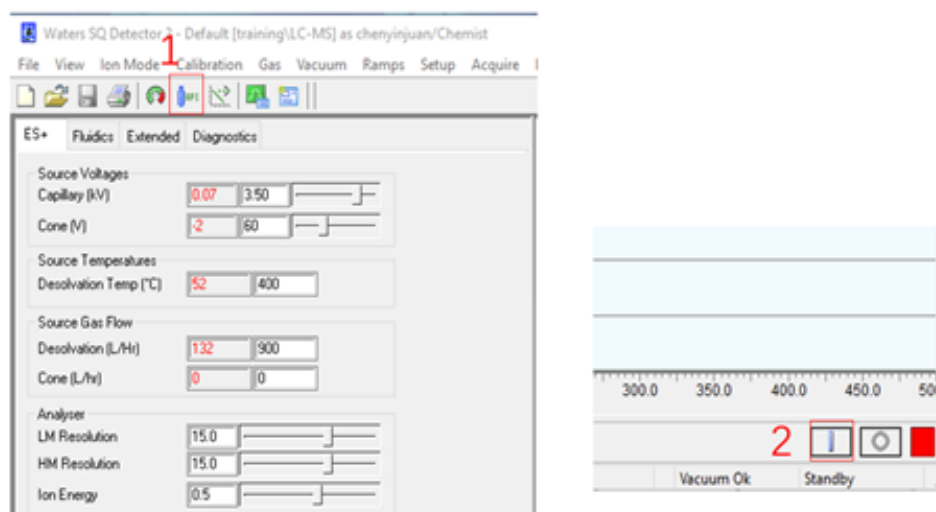

图 6-20
- (1) 先点击气体钢瓶图标；
- (2) Ion Mode: 选择ES+或者ES-模式，默认为正离子模式；
- (3) 再点击界面右下角Operate按钮，仪器指示灯变为绿色（图6-20）且离子